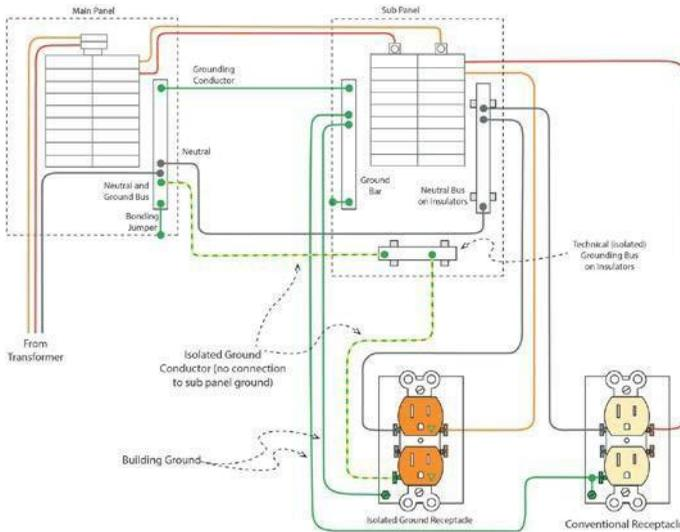

Рисунок 9.16
9.20 Почему в изолированной системе заземления / земли важно связать изолированную землю / землю с землей здания / землей? (См. Рис. 9.16.)